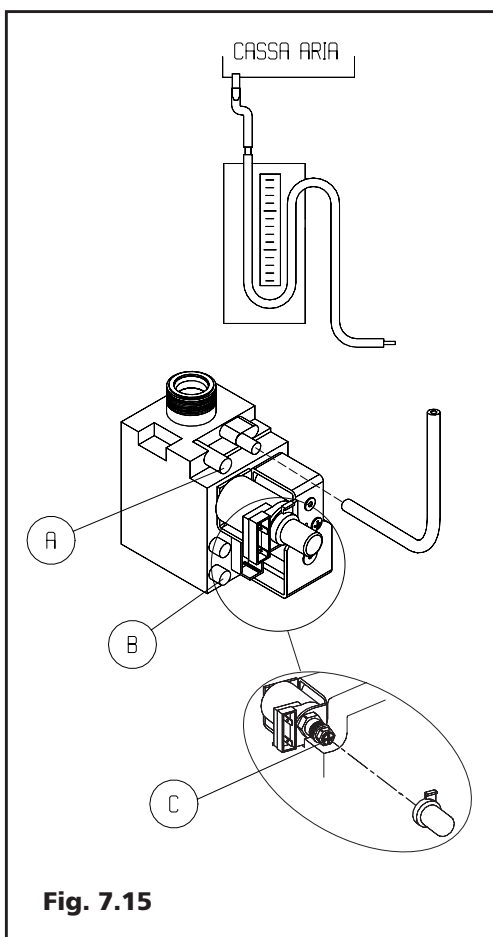

Fig. 7.15
7.6 Taratura delle pressioni al bruciatore, verifiche preliminari (Fig. 7.15)
sione (a colonna d'acqua o digitale) cacciavite a taglio medio e chiave a tubo dell'8 e del 10 mm. Procedere come di seguito descritto (fig. 7.15):